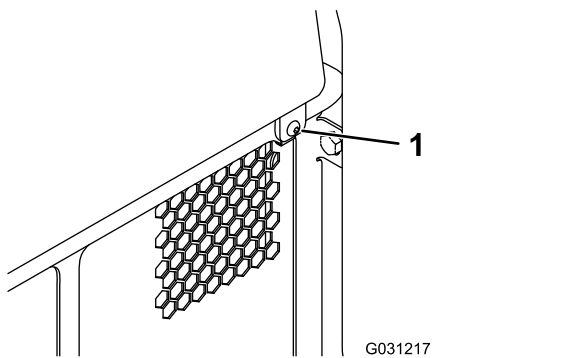

Figura 34
1. Scoateți elementul de fixare (Figura 34).
2. Ridicați capacul de acces din spate pentru a avea acces la componentele interne (Figura 34).